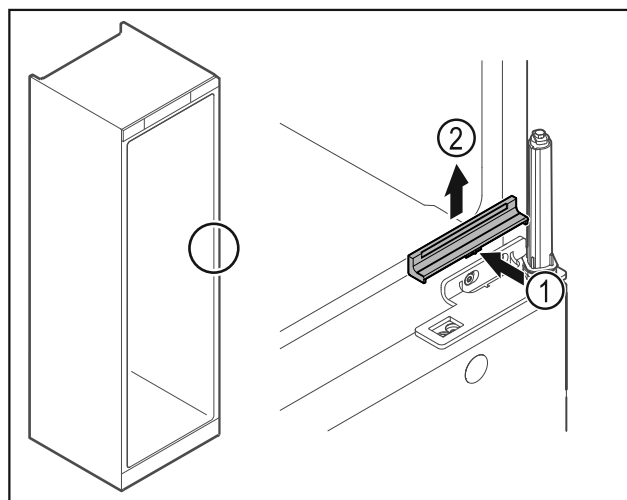

Fig. 26
- Appuyer légèrement sur le centre du cache Fig. 26 (1) et le retirer par le haut Fig. 26 (2).